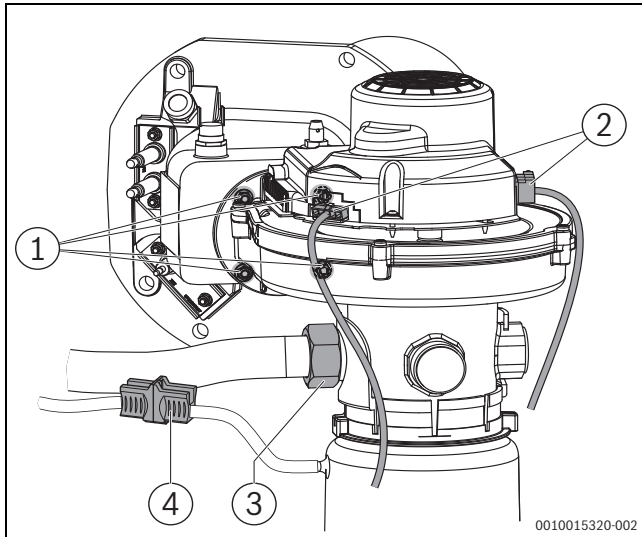

Bild 63 Elektrische Anschlüsse, Gebläse ausbauen (Kesselgröße 75-150 kW)
- ▶ Elektrische Anschlüsse am Gebläse lösen (→ Bild 63, bzw. 64).
- ▶ Steckverbinder trennen (→ Bild 63)
- ▶ Überwurfmutter am Venturi lösen (→ Bild 63, [3]).
- ▶ 4 Sechskant-Muttern am Gemischkrümmer entfernen (→ Bild 63).